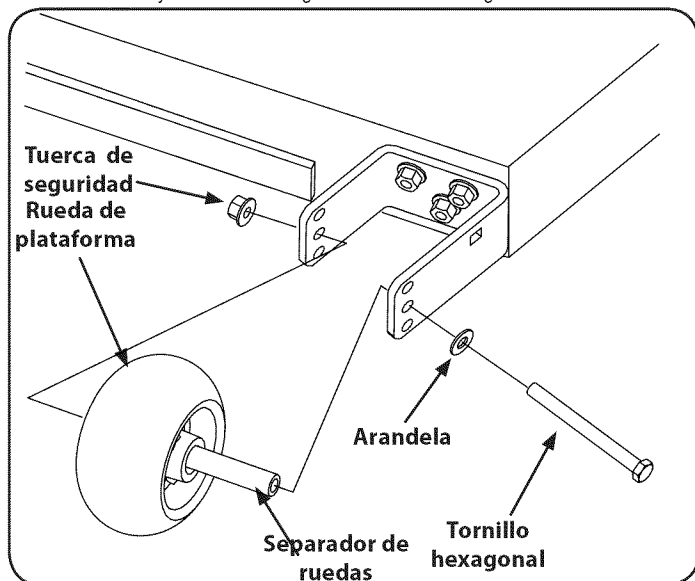

Figura 35
2. Retire la tuerca de seguridad que fija uno de los tornillos con reborde de las ruedas de calibración delanteras a la plataforma. Retire la rueda de calibración y el tornillo hexagonal. Consulte la Figura 35.